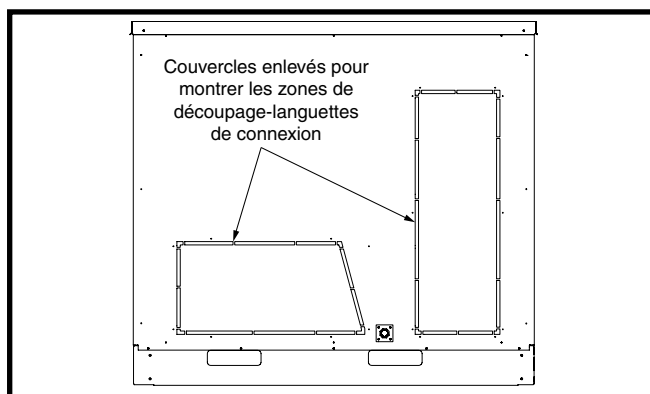

Figure 4. Conversion de vertical à horizontal (Vue du côté droit)
1. Retirez les couvercles des conduites horizontales de retour et d'alimentation. Ne jetez pas les couvercles. Ils seront réutilisés pour couvrir les ouvertures dans le bas de l'appareil. Voyez la Figure 4.